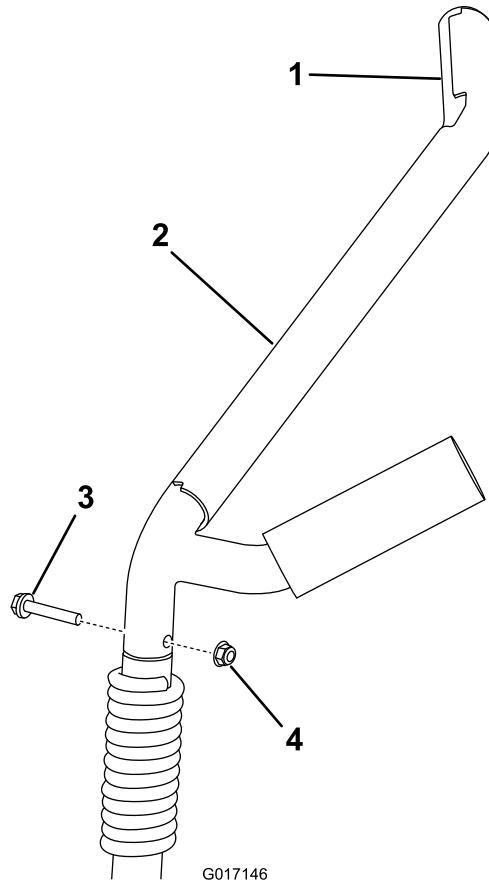

Figura 14
1. Rimuovete i 2 bracci delle basi delle barre rimuovendo il bullone e il dado (Figura 14).